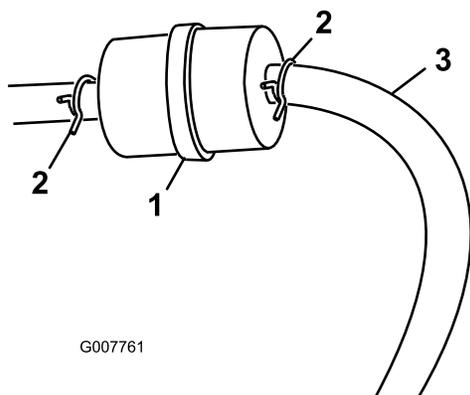

Figura 27
- Apriete los extremos de las abrazaderas y deslícelas por el tubo alejándolas del filtro (Figura 27).
5. Instale un filtro nuevo y acerque las abrazaderas al filtro (Figura 27).
3. Afloje la abrazadera cerca del filtro de combustible y deslícela por el tubo, alejándola del filtro de combustible (Figura 27).
4. Desconecte el tubo de combustible del filtro de combustible (Figura 27).
**Nota:** Deje fluir la gasolina a una lata u otro recipiente apropiado (Figura 27).
5. Instale el tubo de combustible en el filtro de combustible. Acerque la abrazadera al filtro de combustible para fijar el tubo de combustible (Figura 27).